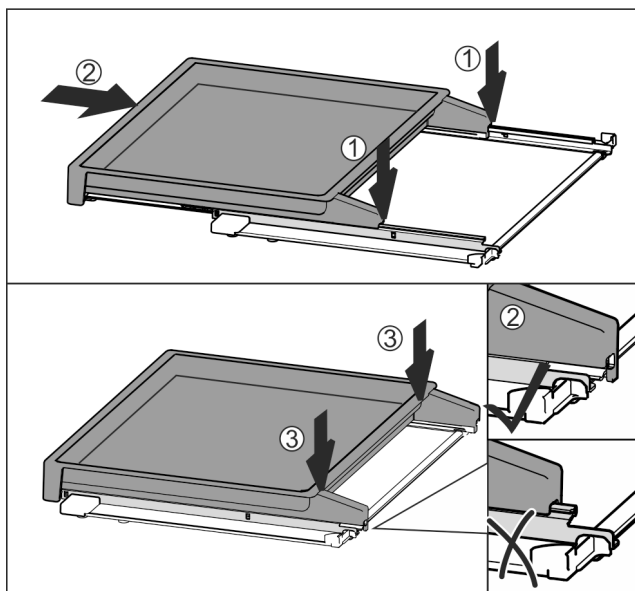

Fig. 41
- Umieścić centralnie na szynach Fig. 41 (1).
- Wsunąć całkowicie wysuwaną półkę Fig. 41 (2).
- Docisnąć z tyłu, aż do słyszalnego zatrzasknięcia Fig. 41 (3).